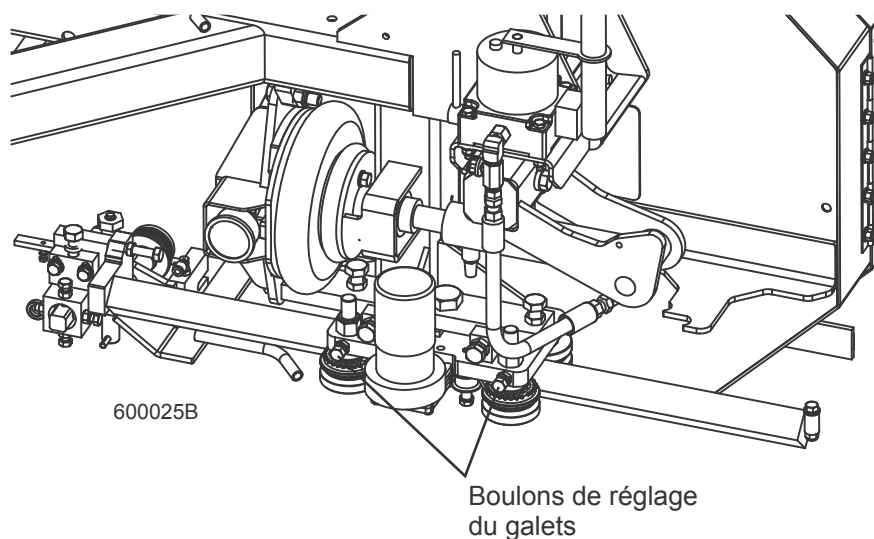

FIG. 7-3
**Voir Figure 7-3.** Désérrez les contre-écrous et tournez les boulons de réglage vers l'intérieur pour serrer les galets du bras guide-lame. Resserrez les contre-écrous.